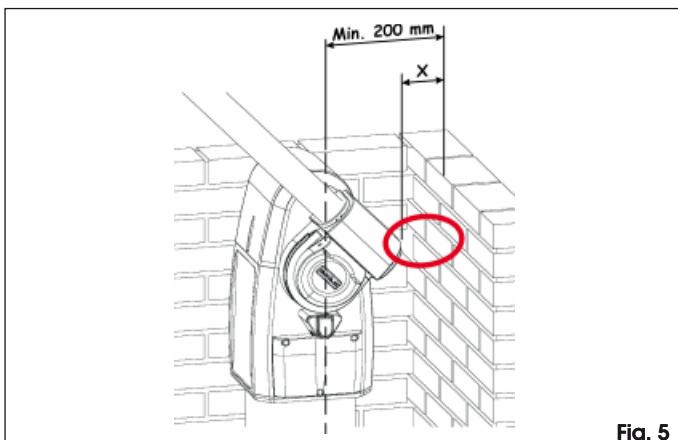

Fig. 5
- controllare che gli spazi minimi di manovra, riportati in Fig. 5, siano rispettati.
Se la quota "X", evidenziata in Fig. 5, è inferiore a 500 mm è OBBLIGATORIO proteggere la zona evidenziata con un dispositivo di protezione conforme alla norma UNI EN 12978